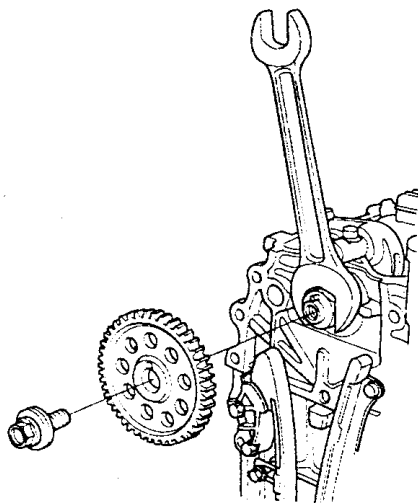

图 2-91 使用开口扳手卡住凸轮轴
28) 如图 2-91 所示, 使用开口扳手卡住凸轮轴, 然后拆卸凸轮轴带轮。